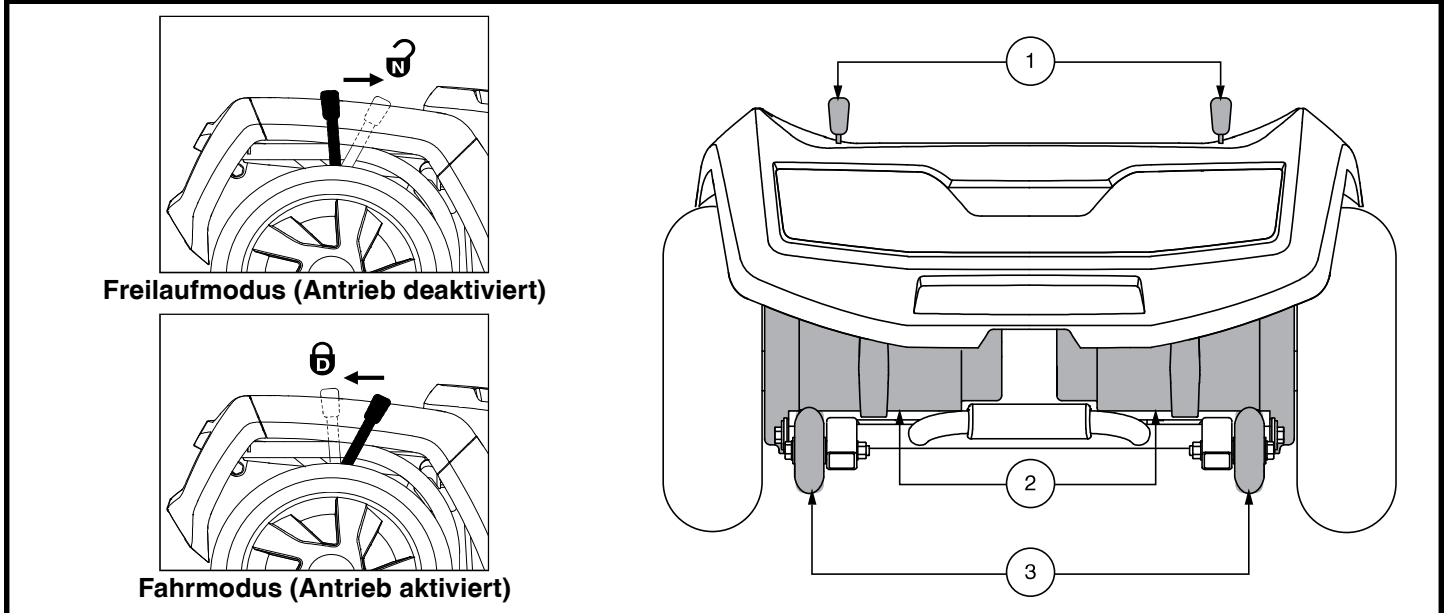
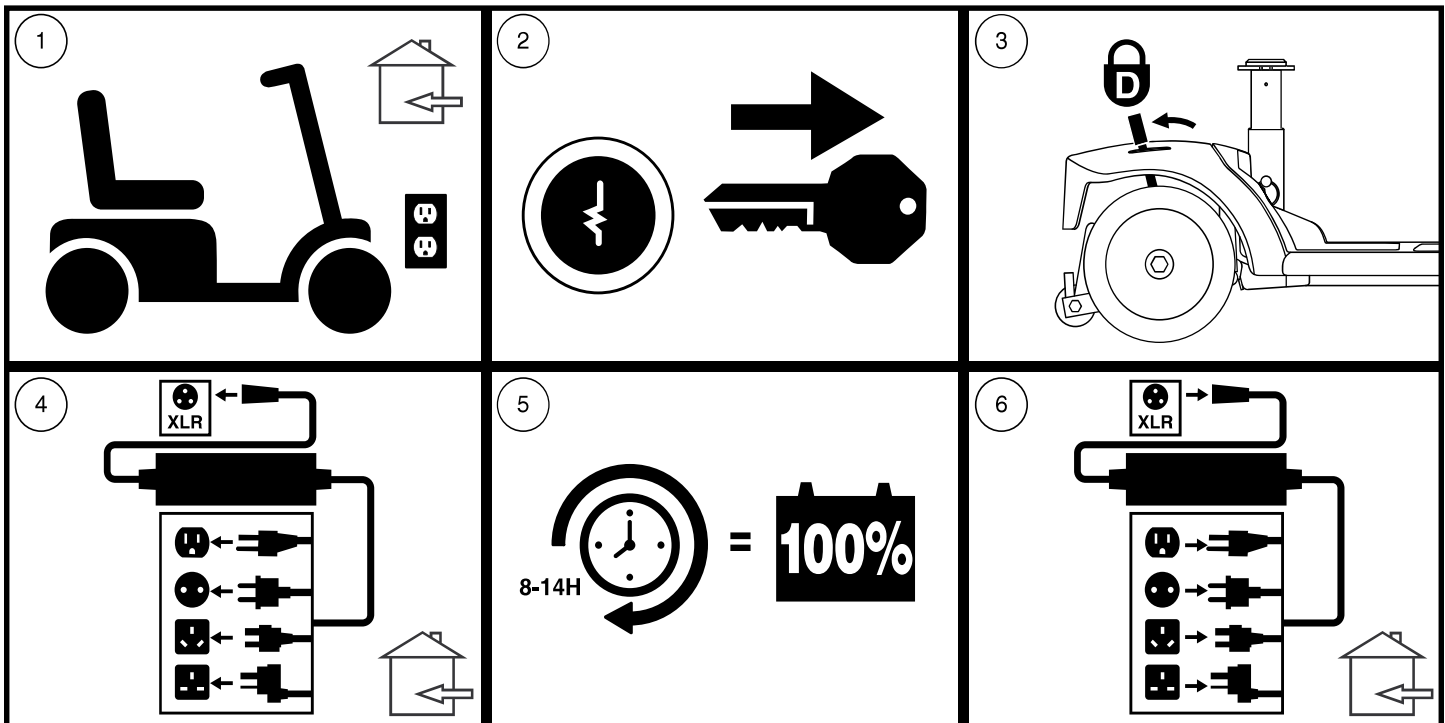

Abb. 7. Hinterseite des Fahrgestells - 710ZT
Abb. 12. Vorgehensweise zum Aufladen der Batterien
Der Elektromobil hat einen manuellen Freilaufhebel für jeden Motor. Diese Hebel ermöglichen Ihnen, die Antriebsmotoren zu entkoppeln und das Elektromobil manuell zu manövrieren. Diese Betriebsweise wird Freilaufmodus genannt. **Siehe Abb. 7.**
1. Sie suchen die Hebel an der Hinteren Seite des Fahrgestells. **Siehe Abb. 7.**
**HINWEIS:** Beim Modell 710ZT arbeiten die manuellen Freilaufhebel in die entgegengesetzte Richtung (siehe Abb. 7). Daher müssen die Hebel für Schritt 3 von Fig. 12 nach vorne gedrückt werden, um den Antriebsmodus zu aktivieren.